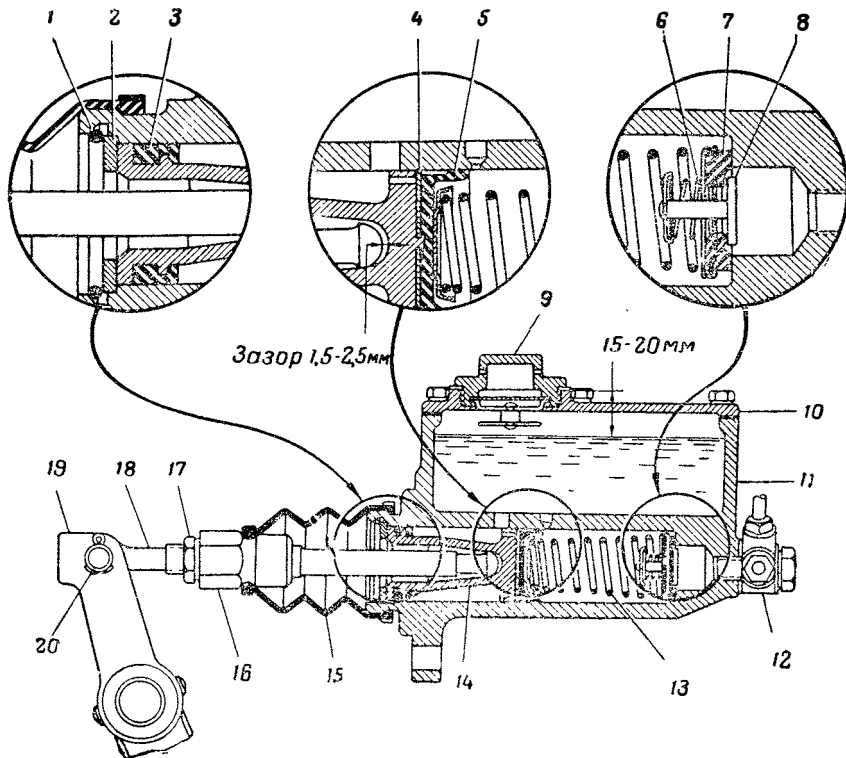

Рис. 18. Регулировка зазора между толкателями и поршнем главного цилиндра:
1. Расшплинтовать, вынуть палец 20 (рис. 18) и отсоединить тягу 18 от педали 19 тормоза.
2. Присоединить штуцер 12 (рис. 18) к корпусу 11 и закрепить зажимным болтом, подложив с обеих сторон штуцера уплотнительные кольца.
Регулировка ножного тормоза заключается в установке зазора между штоком толкателя 16 (рис. 18) и поршнем 14 главного цилиндра в пределах 1,5—2,5 мм. Данному зазору соответствует свободный ход педали 19 в пределах 8—14 мм.